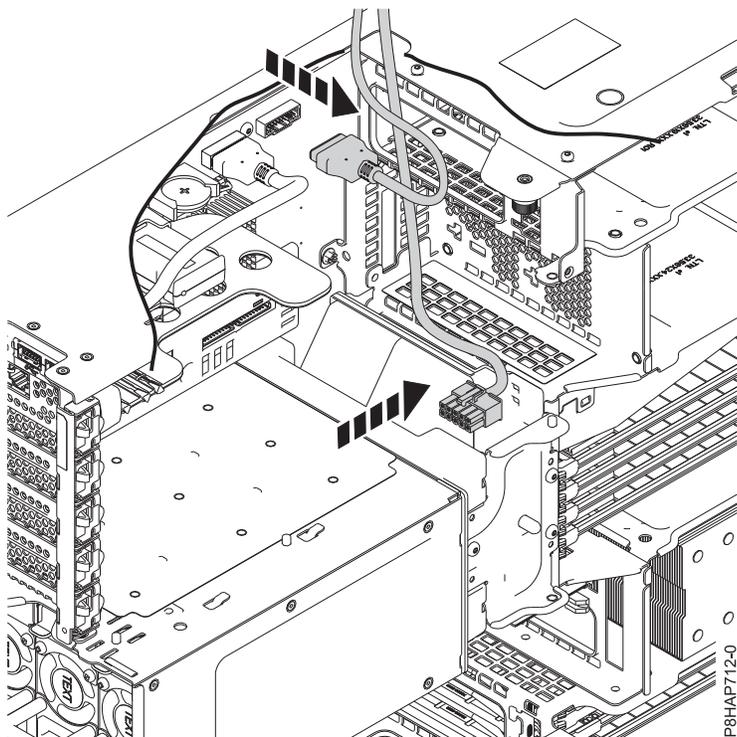

Abbildung 67. Abziehen des USB-Kabels und des Netzkabels der Interne RDX-Andockstation (FC EUA3) von der Systemplatine
5. Ziehen Sie das Netzkabel der Interne RDX-Andockstation (FC EUA3) von der Systemplatine ab. Siehe Abb. 67.